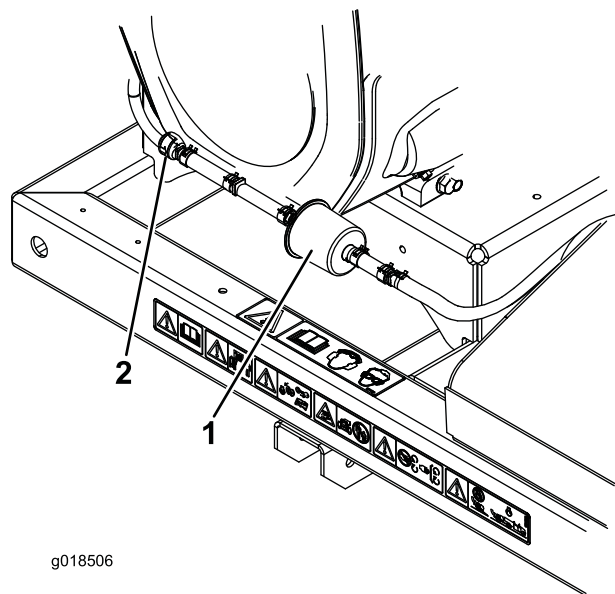

Figura 3
2. Afaste os grampos do tubo do tipo mola em ambos os lados do filtro da linha de purga do recipiente de carbono para longe do filtro (Figura 3).
3. Retire e deite fora o filtro de carbono (Figura 3).
4. Instale um novo filtro no tubo com a seta no filtro a apontar na direcção da válvula de verificação e prenda-o com os grampos de tubo (Figura 3).